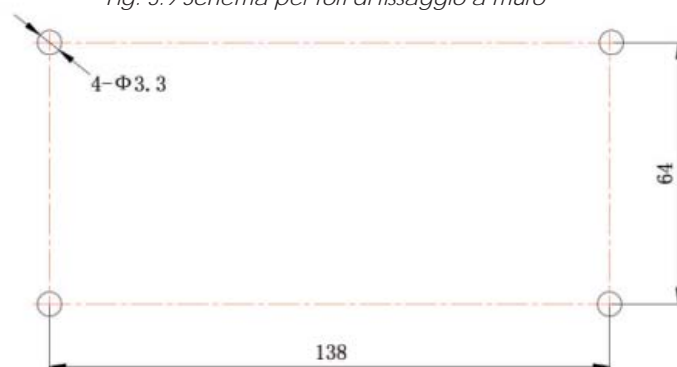

Fig. 3.10 Fori di installazione del coperchio posteriore della scatola elettrica
- Se il controller centralizzato è installato usando la scatola metallica fornita a corredo, praticare 4 fori per l'installazione, in base alla fig. 3.10.
4. Nella fase ①, estrarre il cavo di alimentazione e di comunicazione e farli passare separatamente dal foro del cablaggio del coperchio posteriore della scatola elettrica. Non far passare i cavi dallo stesso foro.
5. Nella fase ②, allineare il coperchio posteriore della scatola elettrica con i fori di installazione sulla parete con la vite ST4,2x16 FA.
6. Nella fase ③ estrarre i cavi che collegano il touch screen e il coperchio posteriore del controller. Riporre il touch screen in un luogo sicuro.
7. Nella fase ④, collegare i cavi di comunicazione ai terminali G1, G2 e collegare il cavo neutro e il cavo di tensione al terminale N, L; collegare i cavi di terra alla posizione ④ sul coperchio posteriore della scatola elettrica. Fissarli con la vite M4x12.
8. Nella fase ⑤, posizionare il coperchio posteriore del controller sul coperchio posteriore della scatola elettrica con la vite ST4,2x9,5 TC.
9. Nella fase ⑥, collegare i cavi tra il touch screen e il coperchio posteriore del controller.